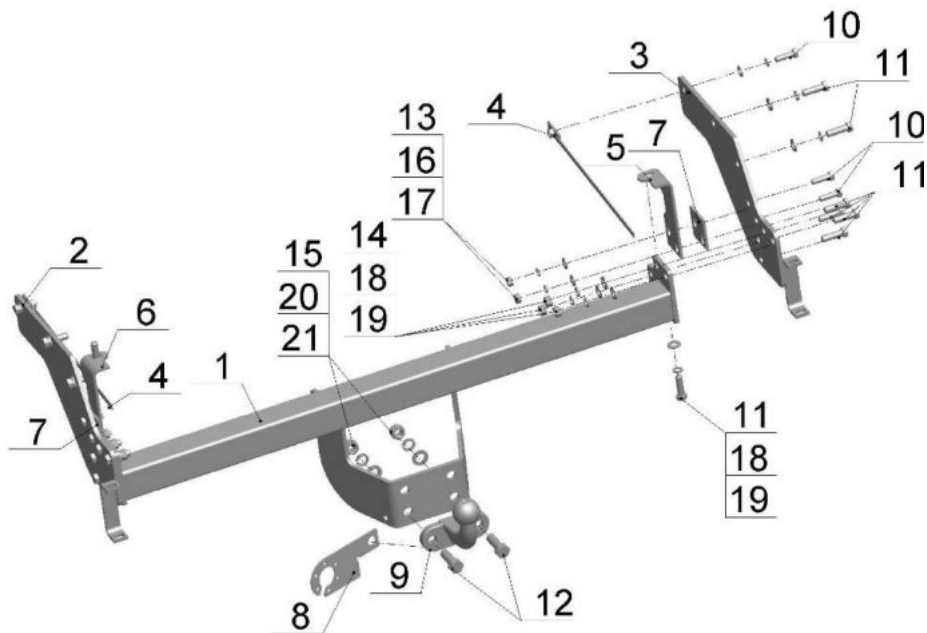

Рис.1.
- Установить ТСУ (рис.1) на автомобиль, используя крепежные элементы (поз.11,14,18,19);